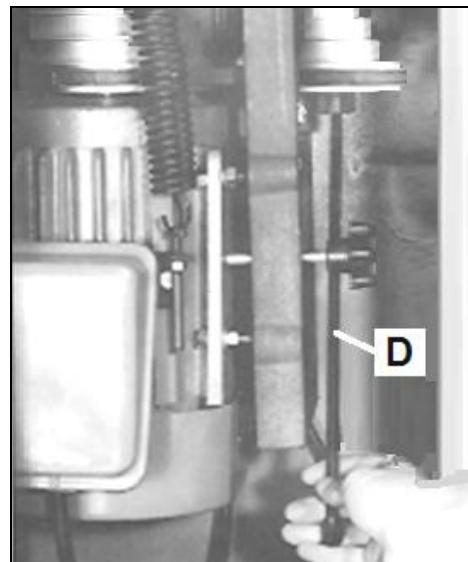

**Fig 11**
2) Montieren Sie den Fräsdorn (A, Fig 11), schrauben Sie ihn in die Differentialmutter (N).